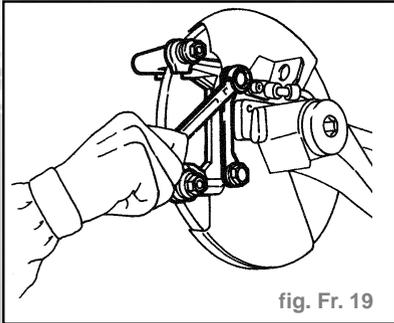

fig. Fr. 19
- Dévisser les vis du support d'étrier et l'enlever (fig. Fr. 19).